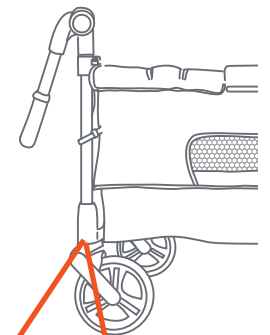

Fig. 2a
- To lock the front wheels, locate the gray lock button on the front wheel and slide it down (Fig. 2b). Slide the button back to unlock. **NOTE:** The wheels lock only when in the forward position and bench mode (Fig. 2a).
- Para bloquear las ruedas delanteras, ubique el botón de bloqueo gris en la rueda delantera y deslícelo hacia abajo (Fig. 2b). Deslice el botón hacia atrás para desbloquear. **NOTA:** Las ruedas se bloquean solo cuando está en la posición delantera y en el modo banco (Fig. 2a).